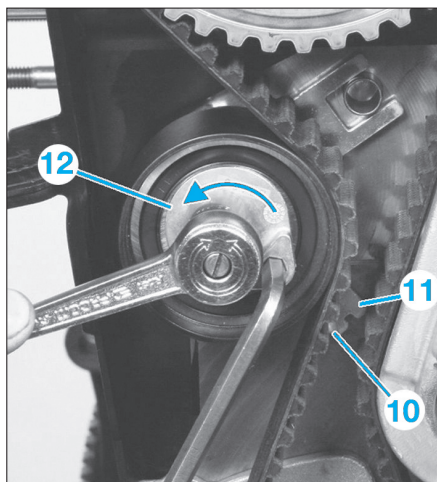

Fig. 10
- Placer l'index (10) sous le repère (11) en tournant le galet tendeur (12) dans le sens antihoraire (Fig.10) et serrer la vis du galet tendeur.